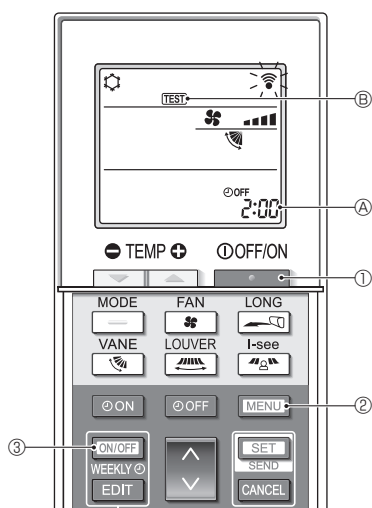

Fig. 7-5
■ Testkørsel (Fig. 7-5)
- Tryk på [TÆND/SLUK]-knappen ① for at stoppe klimaanlægget.
- Hvis ugetimeren er aktiveret (WEEKLY er slået til), skal du trykke på [ON/OFF WEEKLY]-knappen ③ for at deaktivere den (WEEKLY er slået fra).
- Tryk på [MENU]-knappen ② i 5 sekunder.
- Tryk på [MENU]-knappen ②.
- Tryk på [TEST] ② tændes, og enheden skifter til testkørselstilstand.